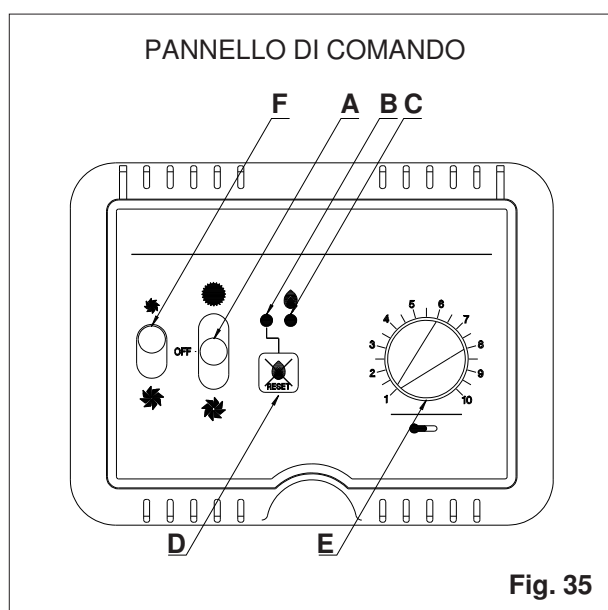

Fig. 35
**11.2.2** (I richiami alle funzioni del pannello di comando che seguono si riferiscono alla fig.35).
- Ruotare la manopola del termostato ambiente (E) in senso orario verso il massimo valore.
- Portare il commutatore (A) verso l'alto, nella posizione "ON", per iniziare il ciclo di accensione. Verificare che il led rosso del tasto di "Reset" (B) sia spento.